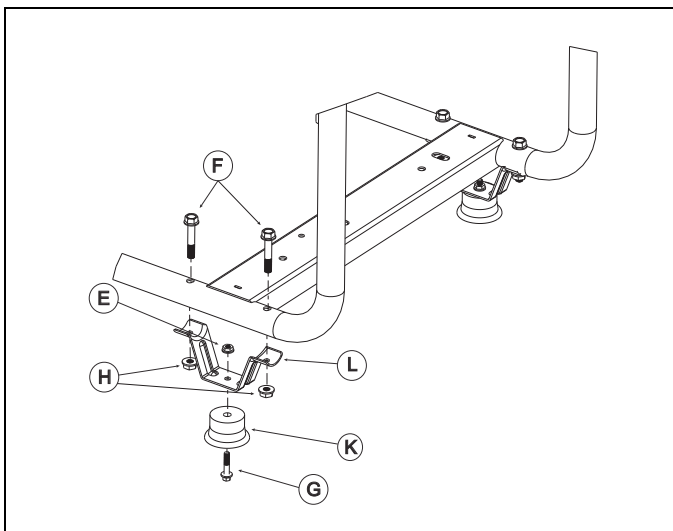

Figura 2-2. Conjuntos de pie de bastidor
1. Instale los conjuntos de pies del bastidor como se muestra (Figura 2-2).
- Deslice los pernos de cabeza hexagonal M8 (F) a través de los agujeros en el riel del bastidor.
- Deslice el pie de bastidor (L) sobre los pernos de cabeza hexagonal. Luego instale las contratuercas embridadas (H). Apriete firmemente usando un trinquete, el casquillo de 12 mm y la llave de 12 mm.
- Deslice el perno hexagonal M6 (G) a través del pie de caucho (K) y pie de bastidor (L). Luego instale la tuerca hexagonal embridada M6 (E). Apriete firmemente usando la llave y el casquillo de 10 mm.